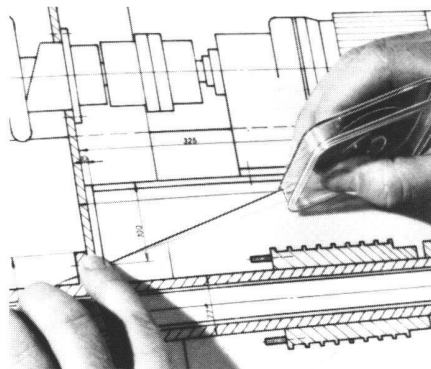

Abb. 4
1. Scissors Drafting nennt man das Ausschneiden und Neuzusammenstellen verschiedener Zeichnungen mit Selbstklebmaterialien (Abb. 4 u. 5) wie Adhesivebänder, Stripfilme (Diazo-, Xerofolien), Selbstklebefolie, Abreibesymbole und -schriften.